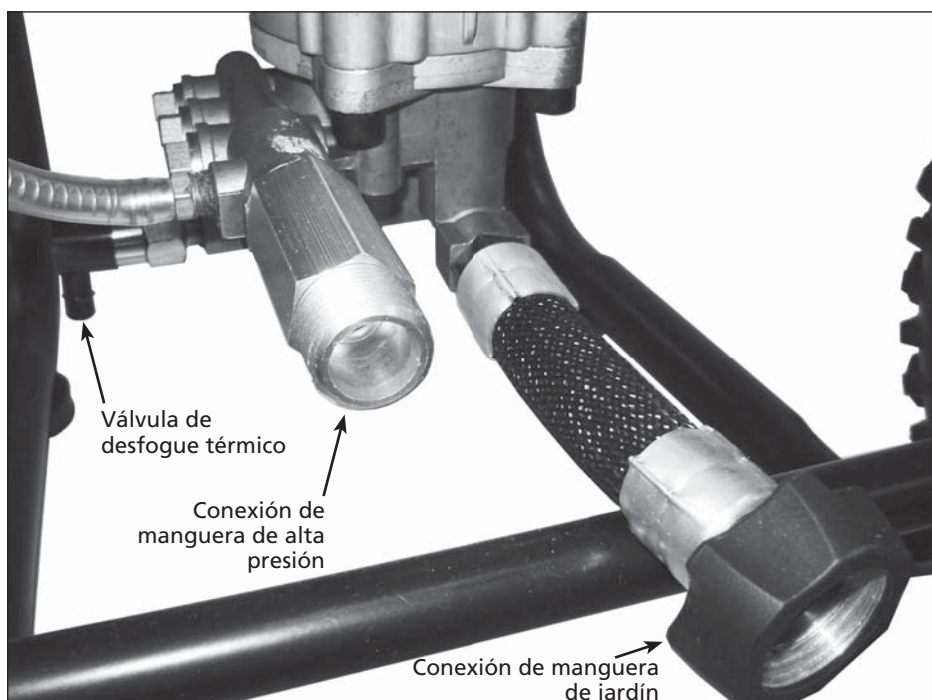

Figura 5 - Conexión de la bomba
2. Asegure la manguera de jardín (no se incluye) a la conexión de la manguera de jardín de la bomba (Ver Figura 5).